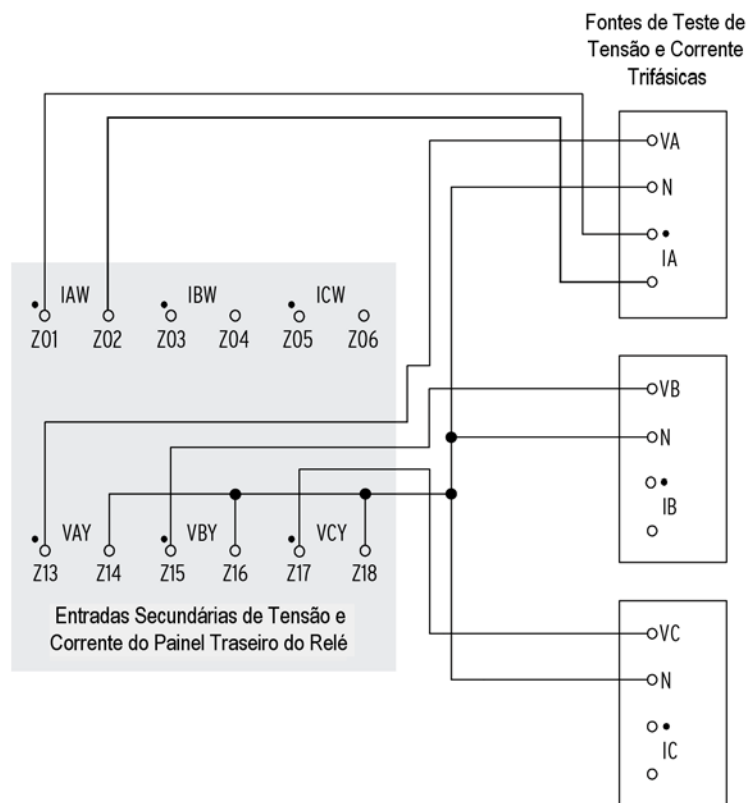
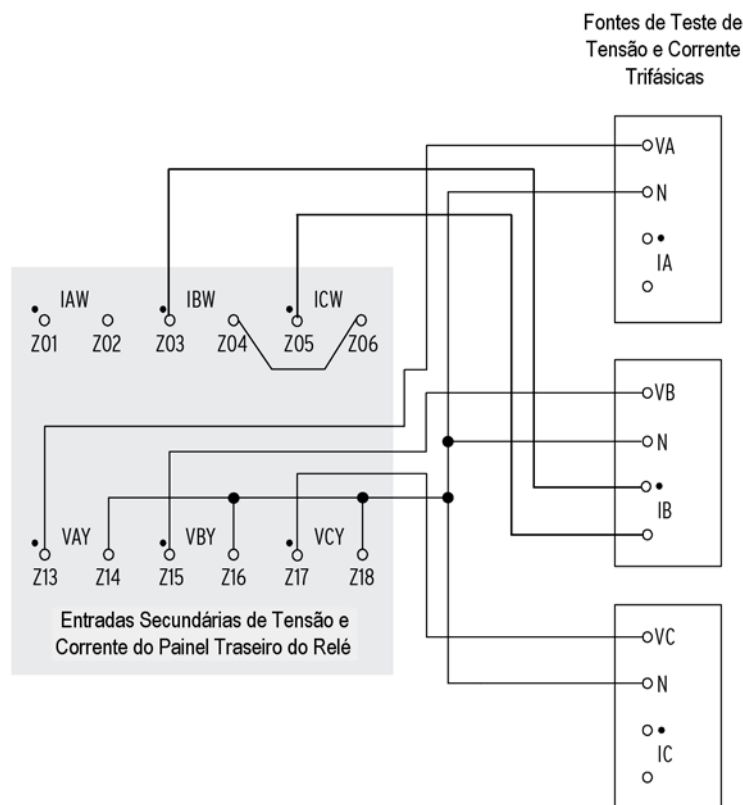

Figura 6.5 Conexões para Teste Usando Uma Fonte de Corrente para Falta Fase-Terra
Figura 6.6 Conexões para Teste Usando Uma Fonte de Corrente para Falta Fase-Fase
A Figura 6.5 e a Figura 6.6 mostram as conexões a serem usadas quando houver disponibilidade de três fontes de tensão e uma fonte de corrente. As conexões mostradas na Figura 6.5 podem ser usadas para simular faltas fase-terra. Use as conexões mostradas na Figura 6.6 para simular faltas fase-fase.
- b. Conecte uma saída de corrente monofásica da fonte de teste à entrada analógica IAW (ver Figura 6.5 e Section 2: Installation).
- Conecte uma saída de corrente monofásica da fonte de teste à entrada analógica IAW (ver Figura 6.5 e Secondary Circuits na página U.2.5).
- b. Conecte uma saída de corrente monofásica da fonte de teste à entrada analógica IAW (ver Figura 6.5 e Secondary Circuits na página U.25).